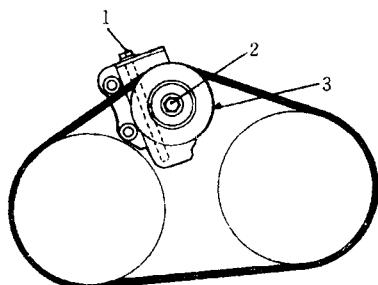

图 35 空调压缩机传动带——钻石车 3.0L (6G72) 单顶置凸轮轴发动机
- ①安装动力转向或发电机传动带，然后安装空调压缩机传动带，然后安装空调压缩机传动带（图 35）。